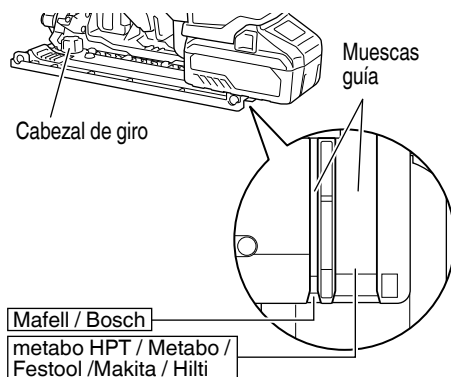

Fig. 22
5. Serrado con carril guía (vendido por separado) (Fig. 22)